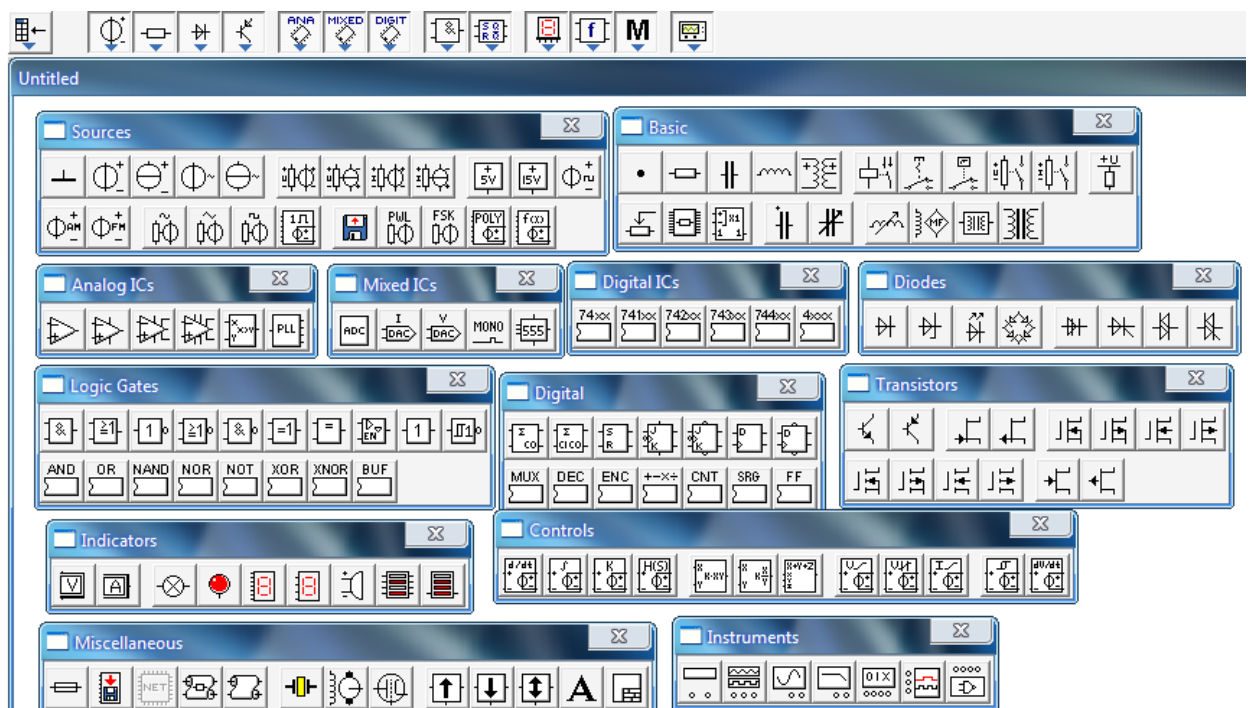

Рис.2 .Розділы магазину компонентів
Магазин компонентів з'являється після запуску програми у вигляді вертикальної смуги з умовним графічними позначеннями (УГП) компонентів електричних схем. Крім того, безпосередньо над робочим полем з'являються клавіші з піктограмами розділів магазину, один з яких є активним. Активізація розділу здійснюється клацанням на клавіші. Розділи магазинів приведені на рис. 2.
- 1) замовлені компоненти, які можуть формуватися користувачем, наприклад шляхом створення підсхем (функціональних вузлів, що складаються з компонентів інших розділів і змальовуваних у вигляді єдиного блоку). Цей розділ на рис.2 не показаний;
Для розміщення на робочому полі монтажного столу потрібного компонента курсор підводиться мишею до піктограми відповідного розділу магазину компонентів (рис.2) і виконується клацання лівою клавішею миші. Це наводить до активізації розділу і появи його вмісту в магазині компонентів зліва від робочого поля. Після цього курсор підводиться до УГП потрібного компонента і натискується ліва клавіша миші. Далі, не відпу-